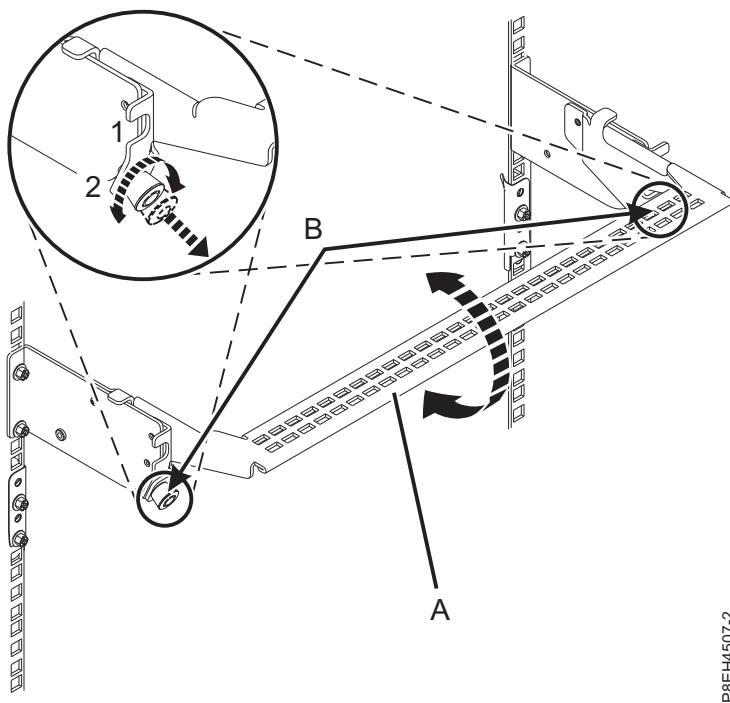

Abbildung 93. Kabelführungshalterung in Serviceposition bringen
9. Bringen Sie die Kabelführungshalterung auf der Rückseite des Einschubs für PCIe3-Erweiterungen in die Serviceposition. Siehe Abb. 93 auf Seite 92.